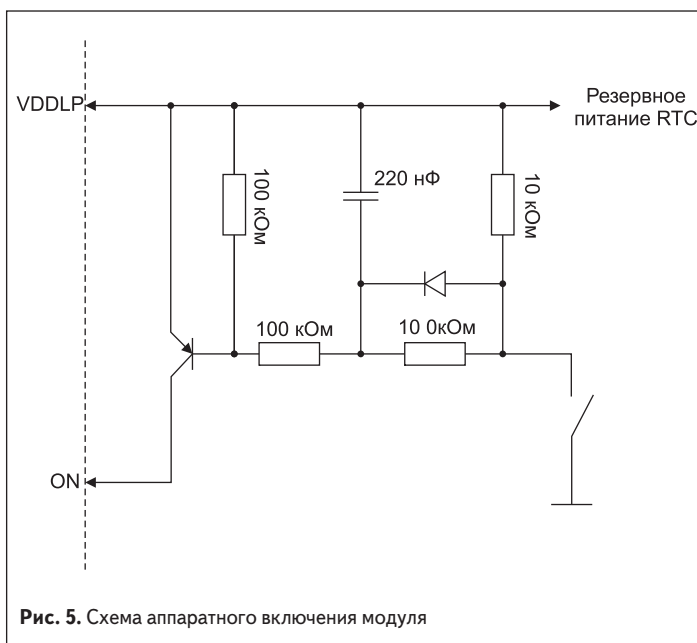

Рис. 5. Схема аппаратного включения модуля
- аппаратное, подачей сигнала ON (рис. 5);